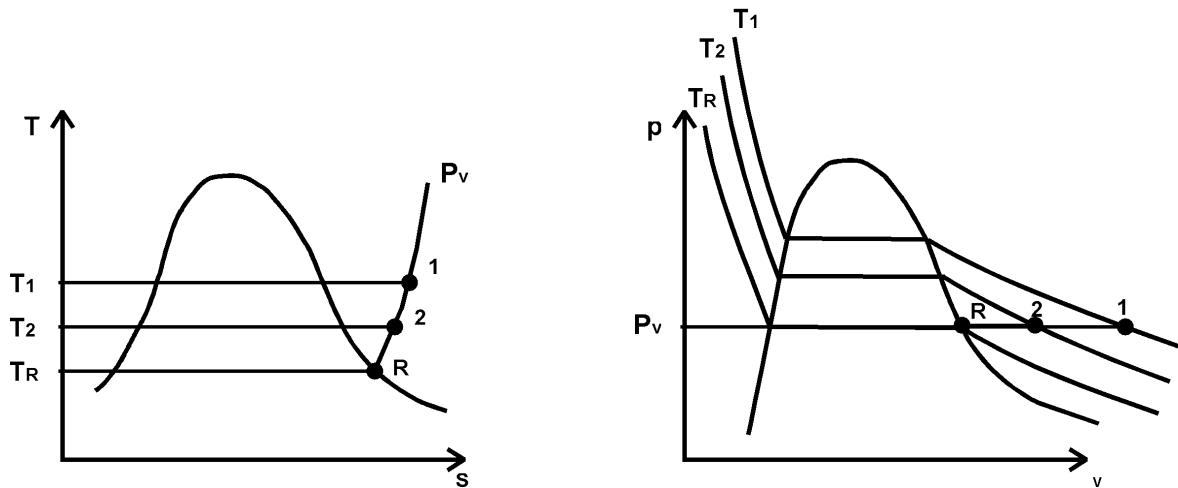

FIG. 2
Como segundo estudio si a esa misma masa de (AH.) contenido en ese recinto le extraemos calor Q, pero manteniendo la presión de vapor constante (P_V) partiendo del estado (1) a una (T_1), si quitamos calor al aire este se va enfriando y se obtiene el estado (2) alcanzando una (T_2), luego si seguimos el enfriamiento se obtiene un punto también importante que es el punto de rocío (R), en ese estado el (AH.) alcanza la temperatura de rocío (T_R), que es la mínima temperatura que el (AH.) puede soportar sin condensar agua, a partir de ese estado si continuamos el enfriamiento empieza la condensación del agua. También podemos decir que la (T_R) es la temperatura de saturación del vapor correspondiente a la presión parcial del vapor de agua. (Ver Fig. 2).